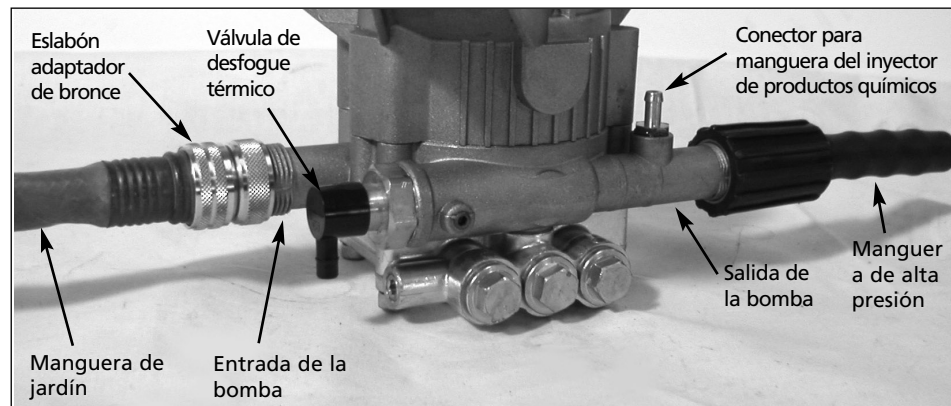

Figura 2 - Conexión de la bomba
4. **Adaptador giratorio de bronce** (vea la Figura 2). Si ya no está conectado a la entrada de la bomba, arme el eslabón adaptador y conéctelo a la entrada de la bomba (Figura 4 y Figura 5). Asegúrese de conectar el lado correcto del eslabón adaptador a la bomba.